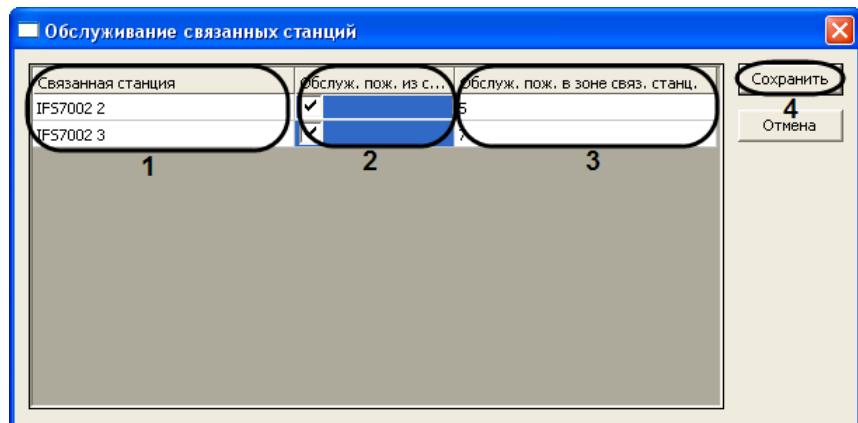

Рис. 3.7-4 Диалоговое окно Обслуживание связанных станций
3. В результате выполнения операции откроется диалоговое окно **Обслуживание связанных станций** (Рис. 3.7-4).
4. В столбце **Связанная станция** отображается список связанных станций (см. Рис. 3.7-4, 1).
5. В случае, если выходы настраиваемой зоны требуется задействовать при пожаре в зонах связанных станций, установить флагки в столбце **Обслуж. пож. из связ. станц.** напротив требуемых связанных станций (см. Рис. 3.7-4, 2).
6. В случае, если при пожаре в настраиваемой зоне требуется задействовать выходы зон связанных станций, в столбце **Обслуж. пож. в зоне связ. станц.** ввести номер зоны соответствующей связанной станции (см. Рис. 3.7-4, 3).
7. Для сохранения настроек и закрытия диалогового окна **Обслуживание связанных станций** нажать кнопку **Сохранить** (см. Рис. 3.7-4, 4).
Примечание. Для закрытия диалогового окна **Обслуживание связанных станций** без сохранения настроек следует нажать кнопку **Отмена** (см. Рис. 3.7-4).